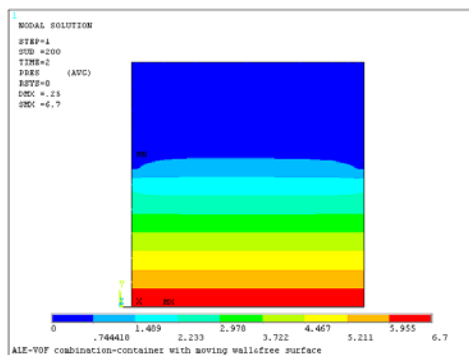

图 9-85 压力场分布等值线图
④在“Item to be contoured”列表框中单击选择 DOF Solution→Pressure，单击“OK”按钮，ANSYS 窗口将显示如图 9-85 所示的压力场分布等值线图。